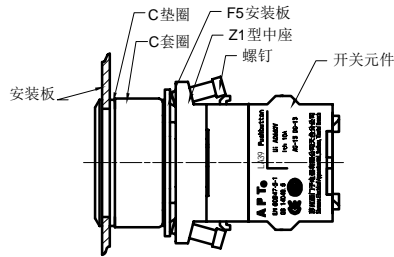

图2
a. 安装板厚 < 1.5mm 时, 除 C1-X(S)D/外的型号增加图 2 所示 2 个 C 垫圈, C1-X(S)D/型装 1 个;